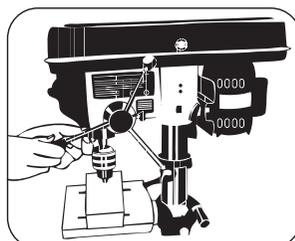

FIGURA 8.7
- Parafuse as alavancas de aproximação nos orifícios localizados no eixo do pinhão (Figura 8.7).